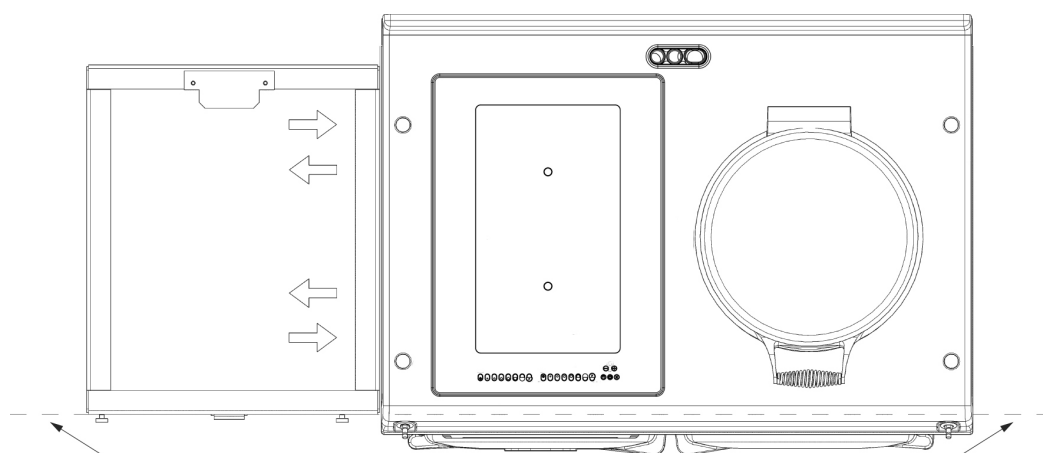

Abb.5.5
4. Führen Sie ein Richtlineal entlang der Vorderseite des AGA eR7i-Sockels, um sicherzustellen, dass die Vorderseiten beider Sockel direkt am Richtlineal anliegen. (**Abb. 5.5**)